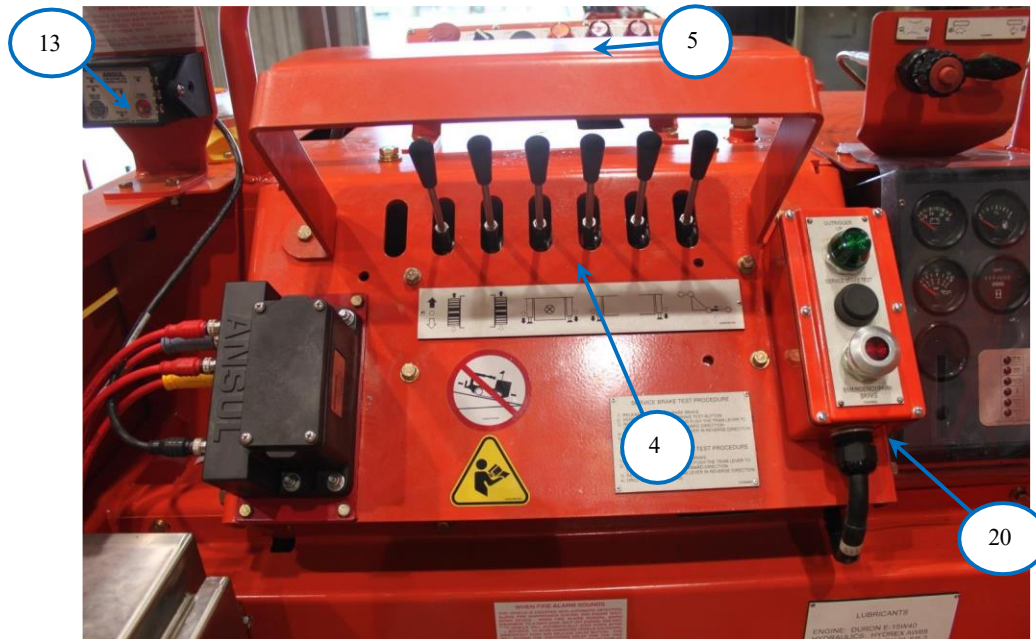

FIGURE 2.1.13
- 7- À partir du panier, en utilisant les contrôles hydrauliques (**FIGURE 2.1.13**)